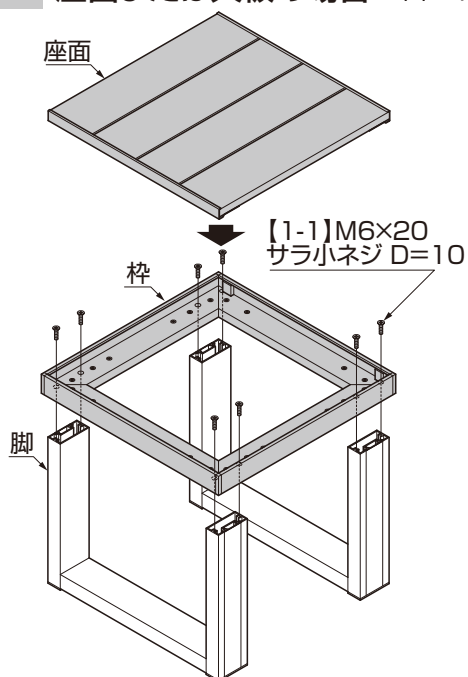

図2-1
- ① 枠に脚を差込み、【1-1】で取付けてください。
- ② 座面または天板を枠にはめ込んでください。(図2-1参照)